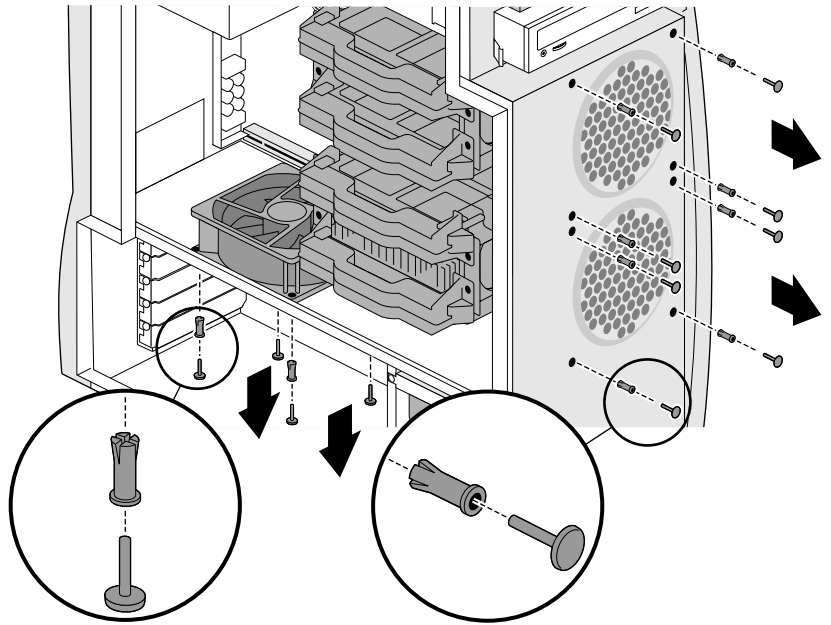

Figure 7-12 Retrait des goupilles du ventilateur
3. Retirez, avec les ongles ou avec un petit tournevis à tête plate, les quatre goupilles qui fixent le ventilateur au châssis (voir Figure 7-12).